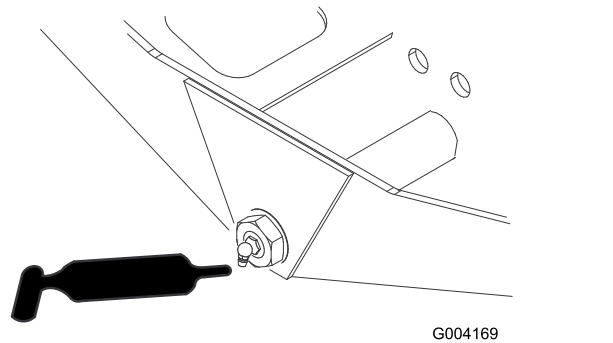

Bild 34
- Achsenlenkzapfen (1)—Bild 34